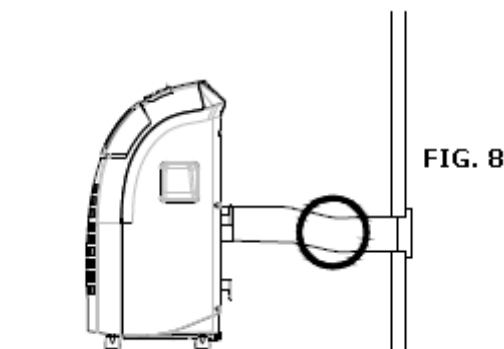

FIG. 8
- Evite a formação de dobras na mangueira pois estas podem causar uma obstrução na saída de ar provocando assim o sobreaquecimento do aparelho e conseqüente paragem do seu funcionamento. As Fig. 8 & 9 demonstram a posição correcta da mangueira de exaustão.